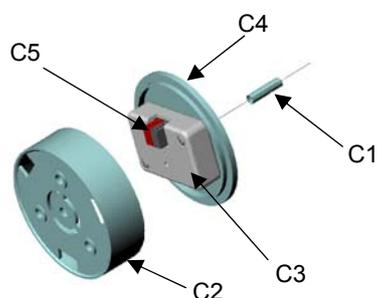

Bild 3: Montage des AP 255/12
Montage und Demontage des AP 255/12: siehe Bild 3
- Das Gerät wird mit einem Aufputzgehäuse Ø 75mm, Höhe 27mm, Deckel mit Bajonettverschluss, geliefert (s. Bild 3).